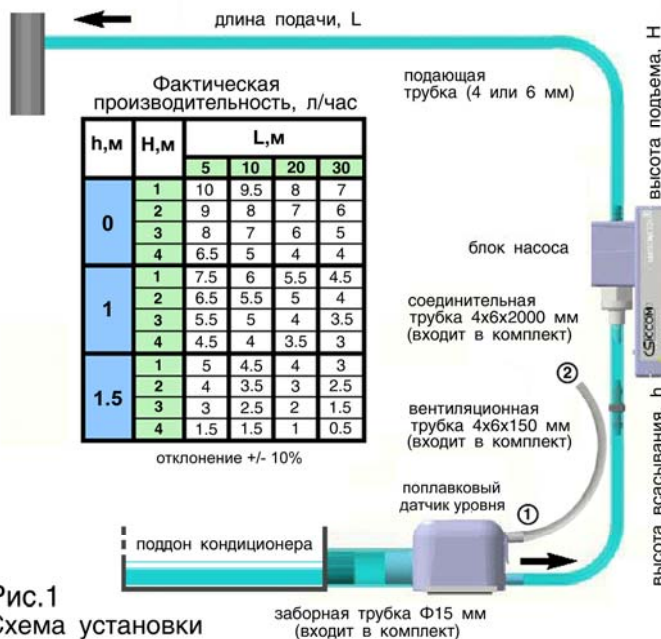

Рис.1
Модуль насоса может быть установлен как внутри, так и вне кондиционера (к примеру, в декоративном коробе под фреоновую магистраль). При установке необходимо учитывать фактическую производительность насоса в зависимости от условий монтажа (См. рис.1). Важно, чтобы пространство вокруг насоса было достаточным для охлаждения его при длительной и непрерывной работе. Категорически не допускается теплоизоляция насоса. Вентиляционная трубка, входящая в комплект, должна быть закреплена на поплавковом датчике так, чтобы ее свободный конец (2) был выше другого (1). Для надежности соединения используйте прилагающийся хомут. Поплавковый датчик необходимо установить строго горизонтально на уровне поддона кондиционера. Если датчик устанавливается вне кондиционера, используйте заборную трубку. Для удобства крепления насоса и датчика в комплект входят двухсторонние клеевые подложки.